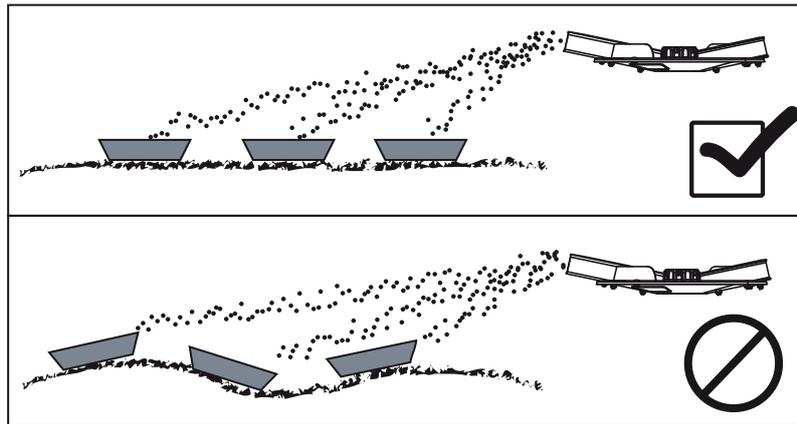

Figure 7.17 : Plan de disposition des bacs collecteurs
- Disposer les bacs à l'horizontale. Les bacs inclinés peuvent entraîner des erreurs de mesure (figure 7.17).